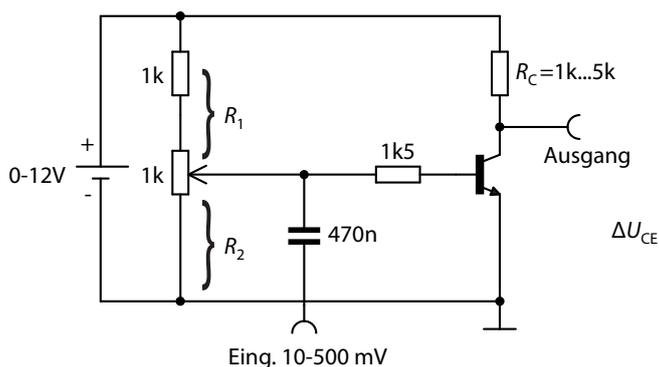

Abbildung 10: Versuchsaufbau Verstärkerschaltung
Zur Messung der Spannungsverstärkung muss die Verstärkerschaltung nach Abb. 10 aufgebaut werden. Eine Gleichspannungsquelle versorgt nun die gesamte Schaltung. Die Einstellung von  $U_B$  erfolgt mit dem Basisspannungsteiler  $R_1, R_2$ . Die Einkopplung des zu verstärkenden Wechselspannungssignals erfolgt über einen Koppelkondensator. Für z. B.  $U_{BE} \approx 0,5 \text{ V}$  muss wegen  $U_{BE} \approx U_B \frac{R_2}{R_1 + R_2}$  das Verhältnis  $R_2 : (R_1 + R_2) \approx 1 : 20$  sein. Eine Wechselspannungsquelle (Frequenzgenerator) liefert das zu verstärkende Signal. Die Eingangswchselspannung sollte im Bereich von 10 bis 500 mV liegen und eine Frequenz von etwa 5 kHz haben.
- Bestimmen Sie die Spannungsverstärkung des Transistors in einer Emitterschaltung (gemäß Abb. 10), indem Sie die Verstärkerschaltung am